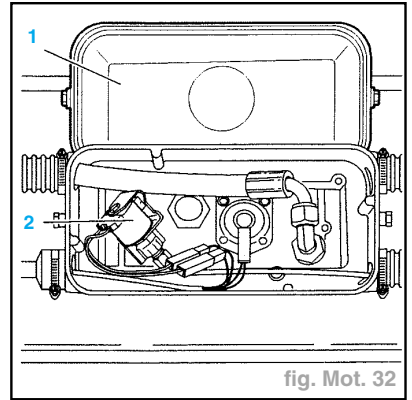

fig. Mot. 32
- le couvercle (1) (fig. Mot. 32).
- Déconnecter l'électrovanne (2).
- Reconnecter (2) (fig. Mot. 32).
- Relier la borne positive de l'électrovanne (2) à la borne positive de la batterie avec un fil volant (fig. Mot. 32).